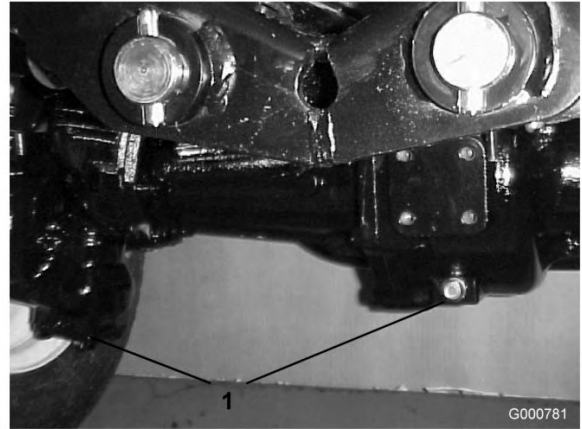

図 69
2. ドレン・プラグ (図 69; 左右端に1個と中央に1個、全部で3個ある) の周辺をきれいに拭く。